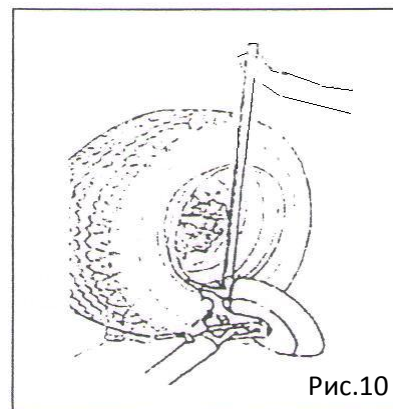

Рис.10
- 1) Перевести монтажную лапу (9) в нерабочее положение к внешней плоскости колеса. Повернуть монтажную головку к шине. Или убрать рукоятку (14). Повернуть монтажную головку на 180 град. и затем опустить и закрепить за каретку.
- 2) С помощью выключателя управления отрегулировать монтажную головку (13), разместив ее между ободом колеса и шиной и зацепив за шину.
- 6) Нажать на лопатку и опустить колесо до тех пор, пока расстояние между ободом колеса и монтажной головкой не составит 5 мм (см. рис. 10).